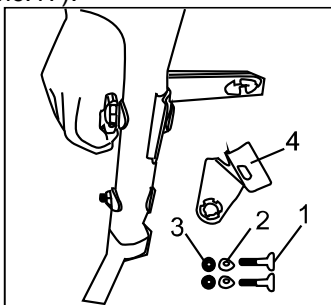
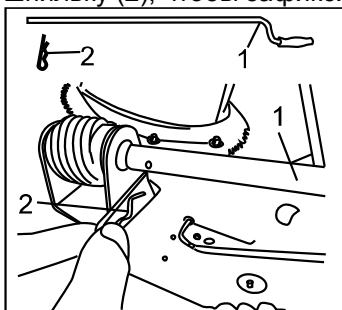

Рис.17
Рис.18
гайками. 2 держателя регулировочного рычага разгрузочного желоба (4) должны быть закреплены (Рис.17).
2. Установка регулировочного рычага разгрузочного желоба. Вставить рычаг (1) в отверстие держателя (2) (номер 4 на Рис.17), вставить шпильку (2), чтобы зафиксировать рычаг (Рис. 18).